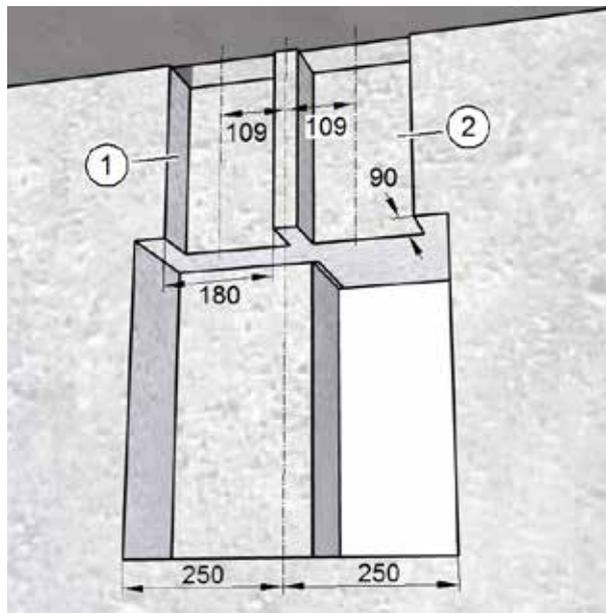

Fig. 10: Fresatura degli incavi nei muri per gli allacciamenti dei tubi flessibili, misure in millimetri
- ▶ Con la scanalatrice per muri fresare **una** scanalatura o per il tubo dell'aria estratta (pos. 1 nella Fig. 10) **o** per il tubo dell'aria inserita (pos. 2 nella Fig. 10) con larghezza 180 mm e profondità 90 mm fino allo sfogo dei tubi flessibili nel soffitto (vedere la Fig. 10).
- ▶ Con la scanalatrice per muri fresare **due** scanalature per il tubo dell'aria estratta (pos. 1 nella Fig. 10) **e** per il tubo dell'aria inserita (pos. 2 nella Fig. 10) con larghezza 180 mm e profondità 90 mm fino allo sfogo dei tubi flessibili nel soffitto (vedere la Fig. 10).